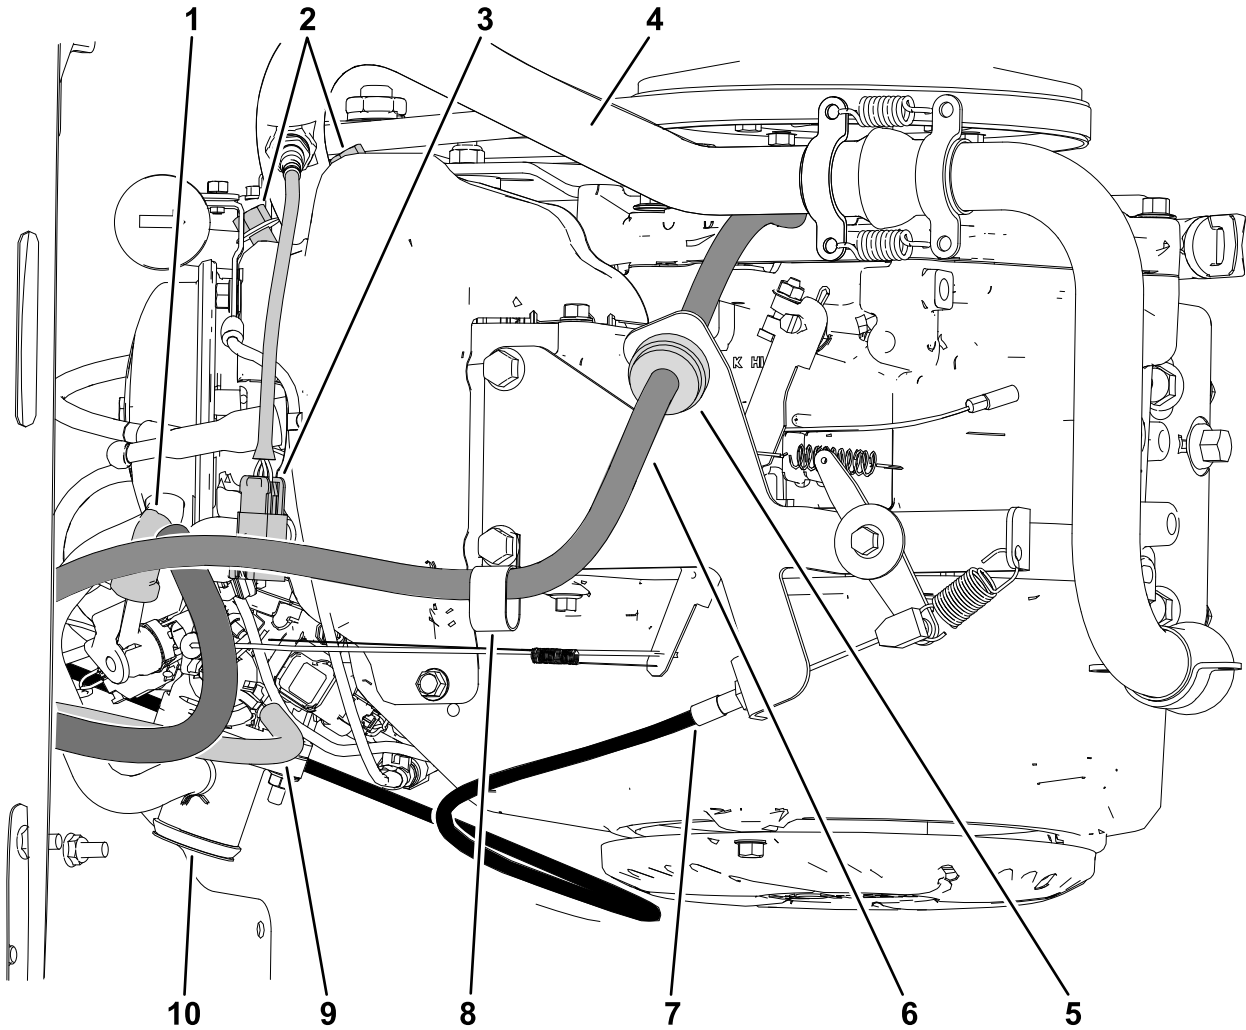

図 3
1. スロットルレバーのボールジョイントに付いているエンジンからのアクセルケーブルを外し、ケーブルをロットルブラケットから取り外す 図 3。
2. エアインテークホースをエンジンとエアクリーナアセンブリに固定しているホースクランプをゆるめる。インテークホースを外す 図 3。
3. エンジンのワイヤハーネスから酸素センサーを外す 図 3。
4. 排気マニホールドとガスケットを固定しているフランジヘッドボルト2本を取り外す。ナットは保持し、排気アセンブリを取り外す 図 3。
5. 電子燃料噴射式エンジンからホースを外す 図 3